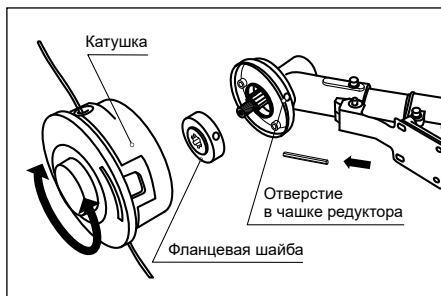

Рис. 8
2. Удерживая стержень в отверстиях чашки редуктора и фланцевой шайбы, закрутите катушку с леской против часовой стрелки до упора (рис. 8).